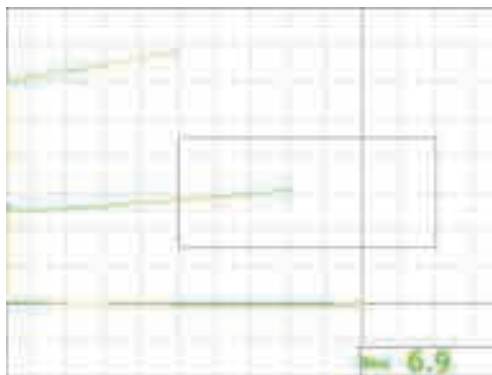

Рис. 5-81 Использование вертикального положения сигнала для принятия или отбраковки образца
14. Установите преобразователь на разные проводящие образцы, определите вертикальные положения сигналов (см. Рис. 5-81 на стр. 190). Вертикальное положение, или высота конечной точки сигнала, представляет значение проводимости, используемое для принятия или отбраковки; горизонтальное положение представляет отрыв.